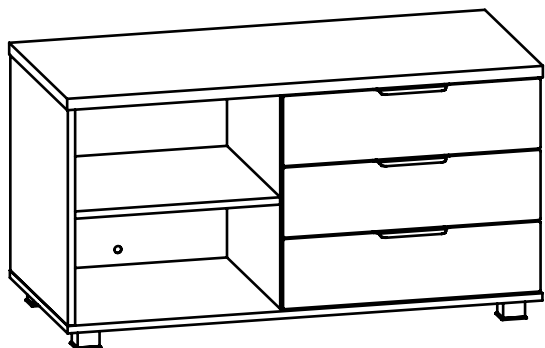

Рис. 11
11. Установите ящики в корпус тумбы (Рис. 11).